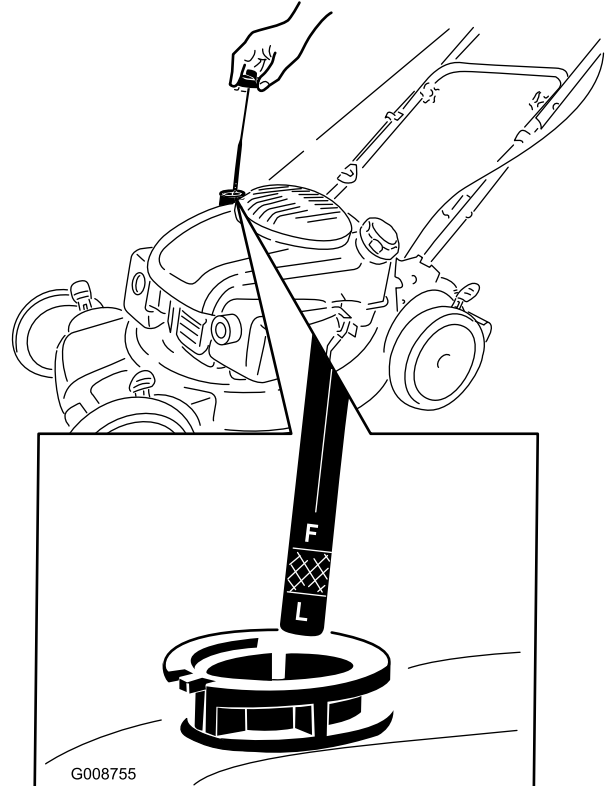

Figura 9
1. Retire la varilla, límpiela con un trapo, vuelva a colocarla en el tubo de llenado, **pero no la enrosque** (Figura 9).
2. Retire la varilla y compruebe el nivel de aceite (Figura 9). Si el nivel de aceite está por debajo de la marca "Add" de la varilla, vierta **lentamente** aceite en el tubo de llenado hasta que el nivel llegue a la marca "Full" de la varilla. **No llene demasiado.** (Capacidad máxima: 0,65 l (22 onzas), tipo: 10W-30 o SAE 30, aceite detergente con clasificación de servicio API, SJ, o superior.)